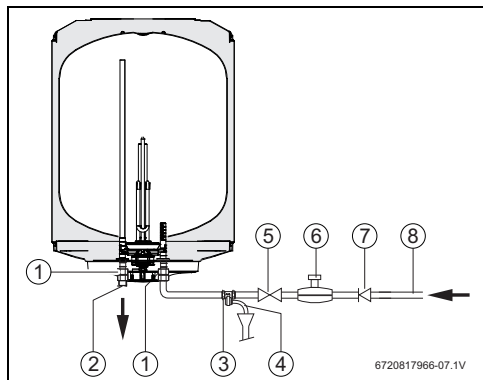

Fig. 10 Toma de agua
i Para evitar averías por oscilaciones de presión repentinas en el suministro de agua, se recomienda instalar una válvula antirretorno intercalada en el acumulador (Fig. 10, [7]).
- Montar la válvula de seguridad en la conexión de agua fría del acumulador de agua caliente (Fig. 10).
- Instale la válvula de reducción de presión (Fig. 10).